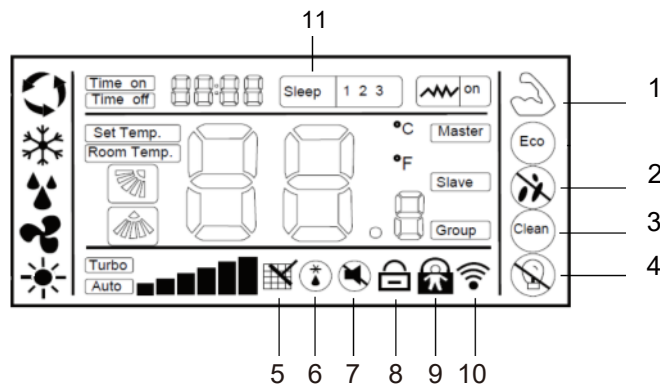

Рис.1.6
- 2) Кнопками «Л» / «V» выберите функцию (см. рис.1.6 и таблица 1.5).Пиктограмма выбранной функции начнет мигать.